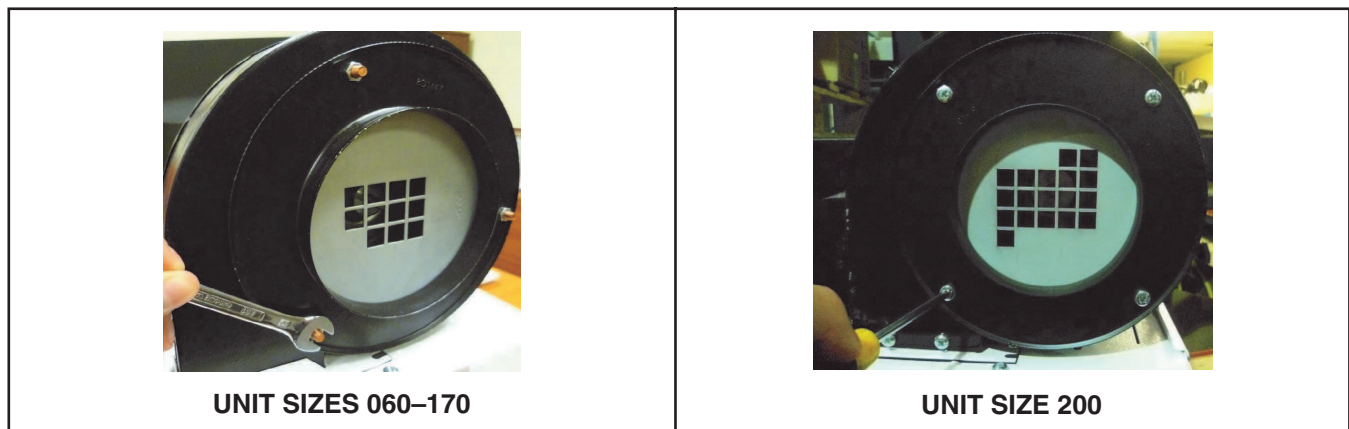

Figure 2. Installation de la bride d'entrée d'air de combustion (modèle VPS)
- c. Fixez la bride d'entrée d'air de combustion (voir **Figure 2**) sur le dessus de la plaque d'orifice du ventilateur à l'aide des fixations existantes.